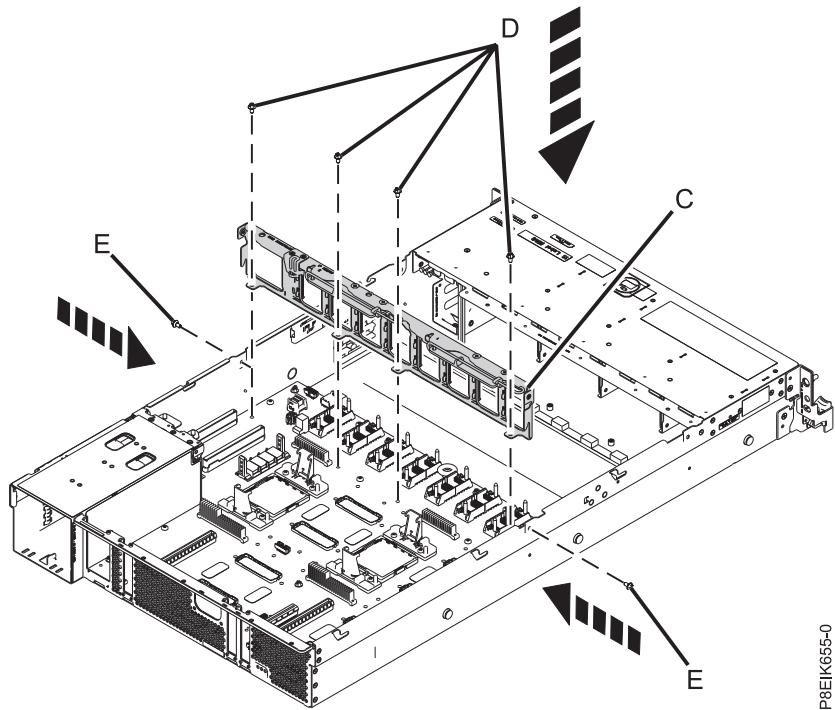

Figura 152. Sustitución del soporte del medio
9. Sustituya el soporte del medio (C). Consulte la Figura 152 en la página 135.
- a. Haga descender el soporte del medio (C) en su lugar.
- b. Vuelva a poner el tornillo (E) en la parte lateral del sistema; uno en cada lado.
- c. Vuelva a poner los cuatro tornillos (D) que unen el soporte del medio a la placa posterior del sistema.